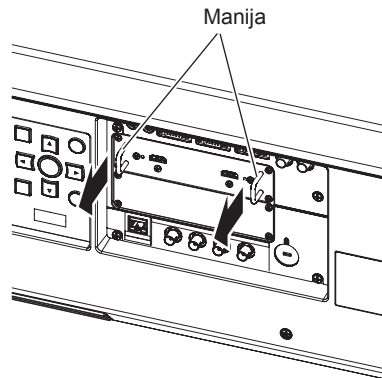

Figura 1
1) Extraiga la tarjeta de interfaz. (Figura 1)